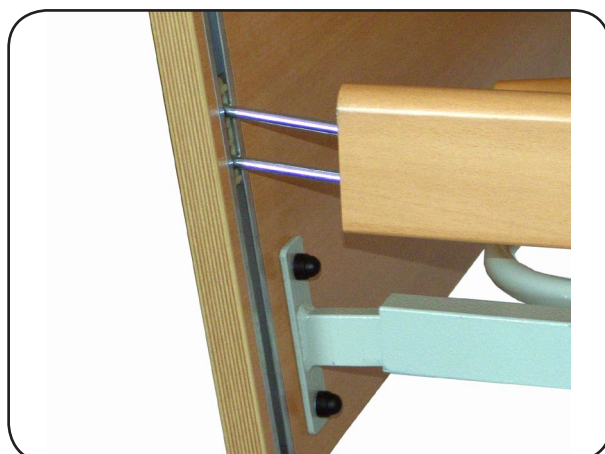

Abbildung 22
16. Schieben Sie die zweite Spiegelplatte in die Längsrohre der verbleibenden freien Seite ein, allerdings nur so weit, dass die Spiegelplatte hängen bleibt (Abbildung 22).
17. Stecken Sie nun die unteren Seitengitterholme (110 mm hoch) auf die Führungstifte der Seitengittergleiter leicht auf (Abbildung 22).